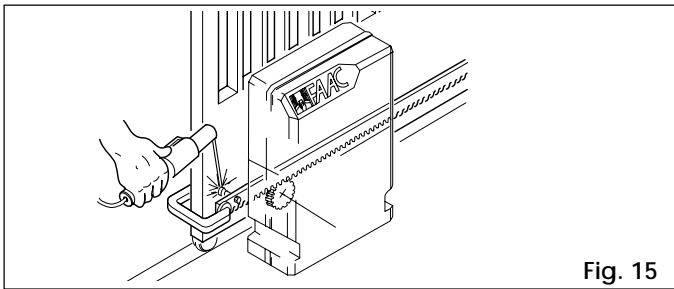

Fig. 15
- 3) Appoggiare sul pignone il primo pezzo di cremagliera a livello e saldare il nottolino filettato sul cancello come indicato in fig. 15.